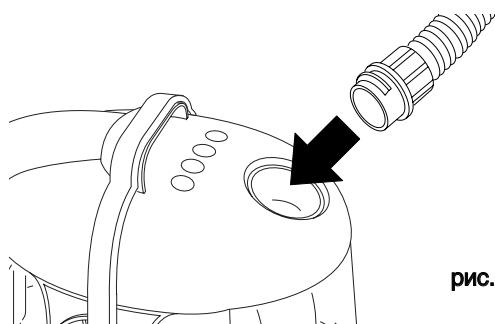

рис. 5
- Наденьте гибкий шланг G на прибор, вводя его конец со штыковым разъемом во всасывающее отверстие E и повернув его по часовой стрелке (рис. 5). Чтобы снять шланг достаточно повернуть его против часовой стрелки.